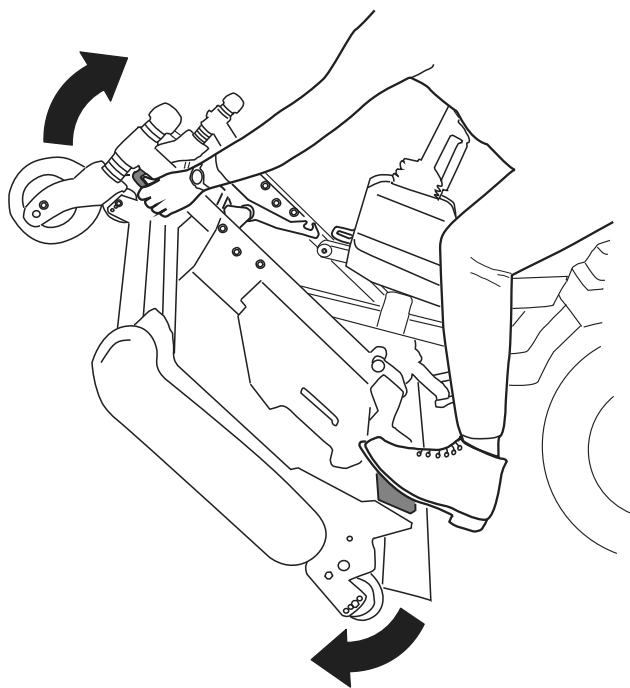
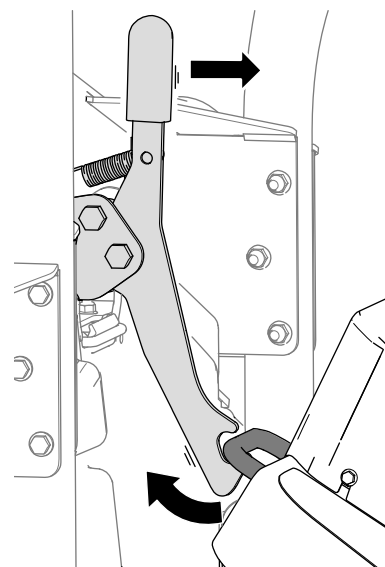

Figure 36
Figure 38
5. Tournez l'unité de coupe (Figure 36) de sorte que le verrou s'enclenche sur l'anneau d'arrimage (Figure 37).
1. Dégagez le verrou de l'unité de coupe de l'anneau d'arrimage (Figure 38) en faisant pivoter légèrement l'unité de coupe vers l'avant (voir Figure 36) et en tirant la poignée de verrouillage vers l'avant.